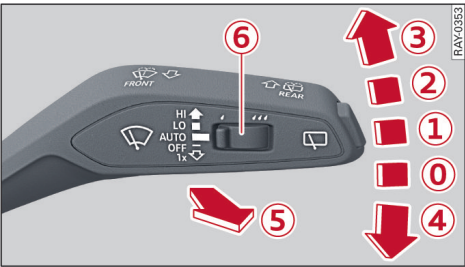

图 28 雨刮操纵杆、车窗雨刮器
- ▶ 请关闭汽车，将车窗玻璃雨刮器操纵杆保持在位置 ④ ⇨ 48 页，图 28，直到车窗玻璃雨刮器进入雨刮更换位置。
- ▶ 要将雨刮器置于起始位置时，请开启汽车并将雨刮器操纵杆把定在位置 ④ 上，直到雨刮器回到起始位置或车速提高到 12 公里/小时以上。
- ▶ 关闭雨刮（位置 ① ⇨ 48 页，图 28）。